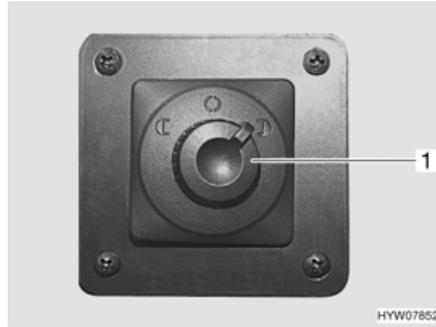

Fig. 34 Conmutador de ajuste de los retrovisores exteriores
- Seleccionar el retrovisor exterior que se desea ajustar. Para esto, girar el conmutador giratorio (Fig. 34,1) hacia la izquierda o hacia la derecha.
- Empujar el conmutador (Fig. 34,1) hacia la dirección deseada.